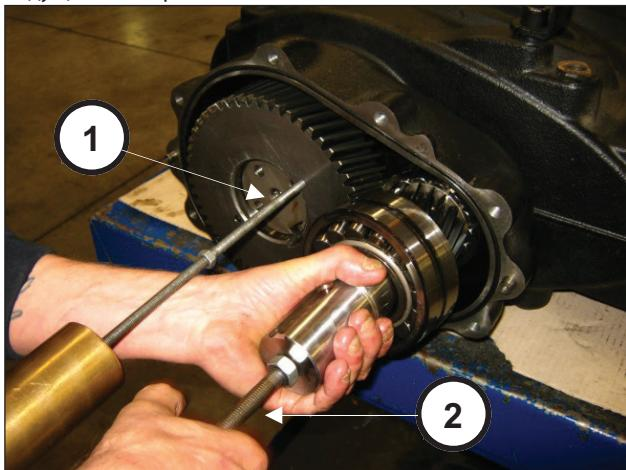

Рис. 12
Чтобы снять узел ведущей и ведомой шестерни, необходимо применить ударные массы к 2 отверстиям M8 ведомой шестерни (поз. ①, Рис. 12) и к отверстию M14 ведущей шестерни (поз. ②, Рис. 12).